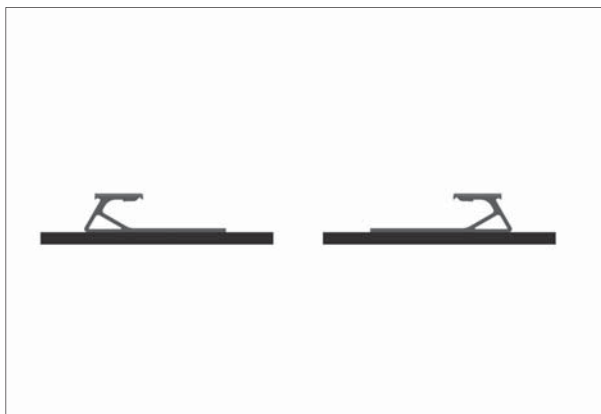

Bild 4.4-1
- Blechschienen positionieren und Schutzmatte oder ähnliches zwischen Schiene und Dachhaut legen. Achten Sie darauf, dass die Blechschienen zueinander ausgerichtet sind. (Bild 4.4-1)